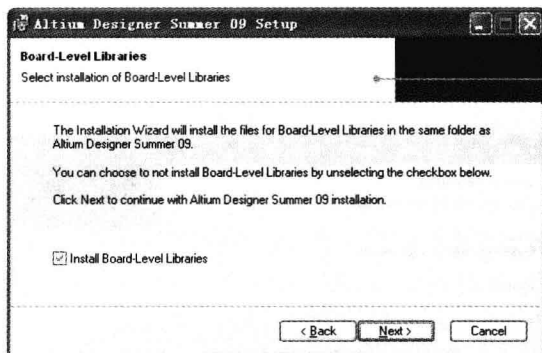

图 1-5 板层库安装对话框
(5) 单击 **Next >** 按钮,继续下一步操作即可进入如图 1-5 所示的板层库安装对话框。在弹出的对话框中选中 Install Board - Level Libraries 前面的复选框,这样在安装程序的同时也将板层库进行了安装,这点与较早版本的 Altium Designer 程序不同。